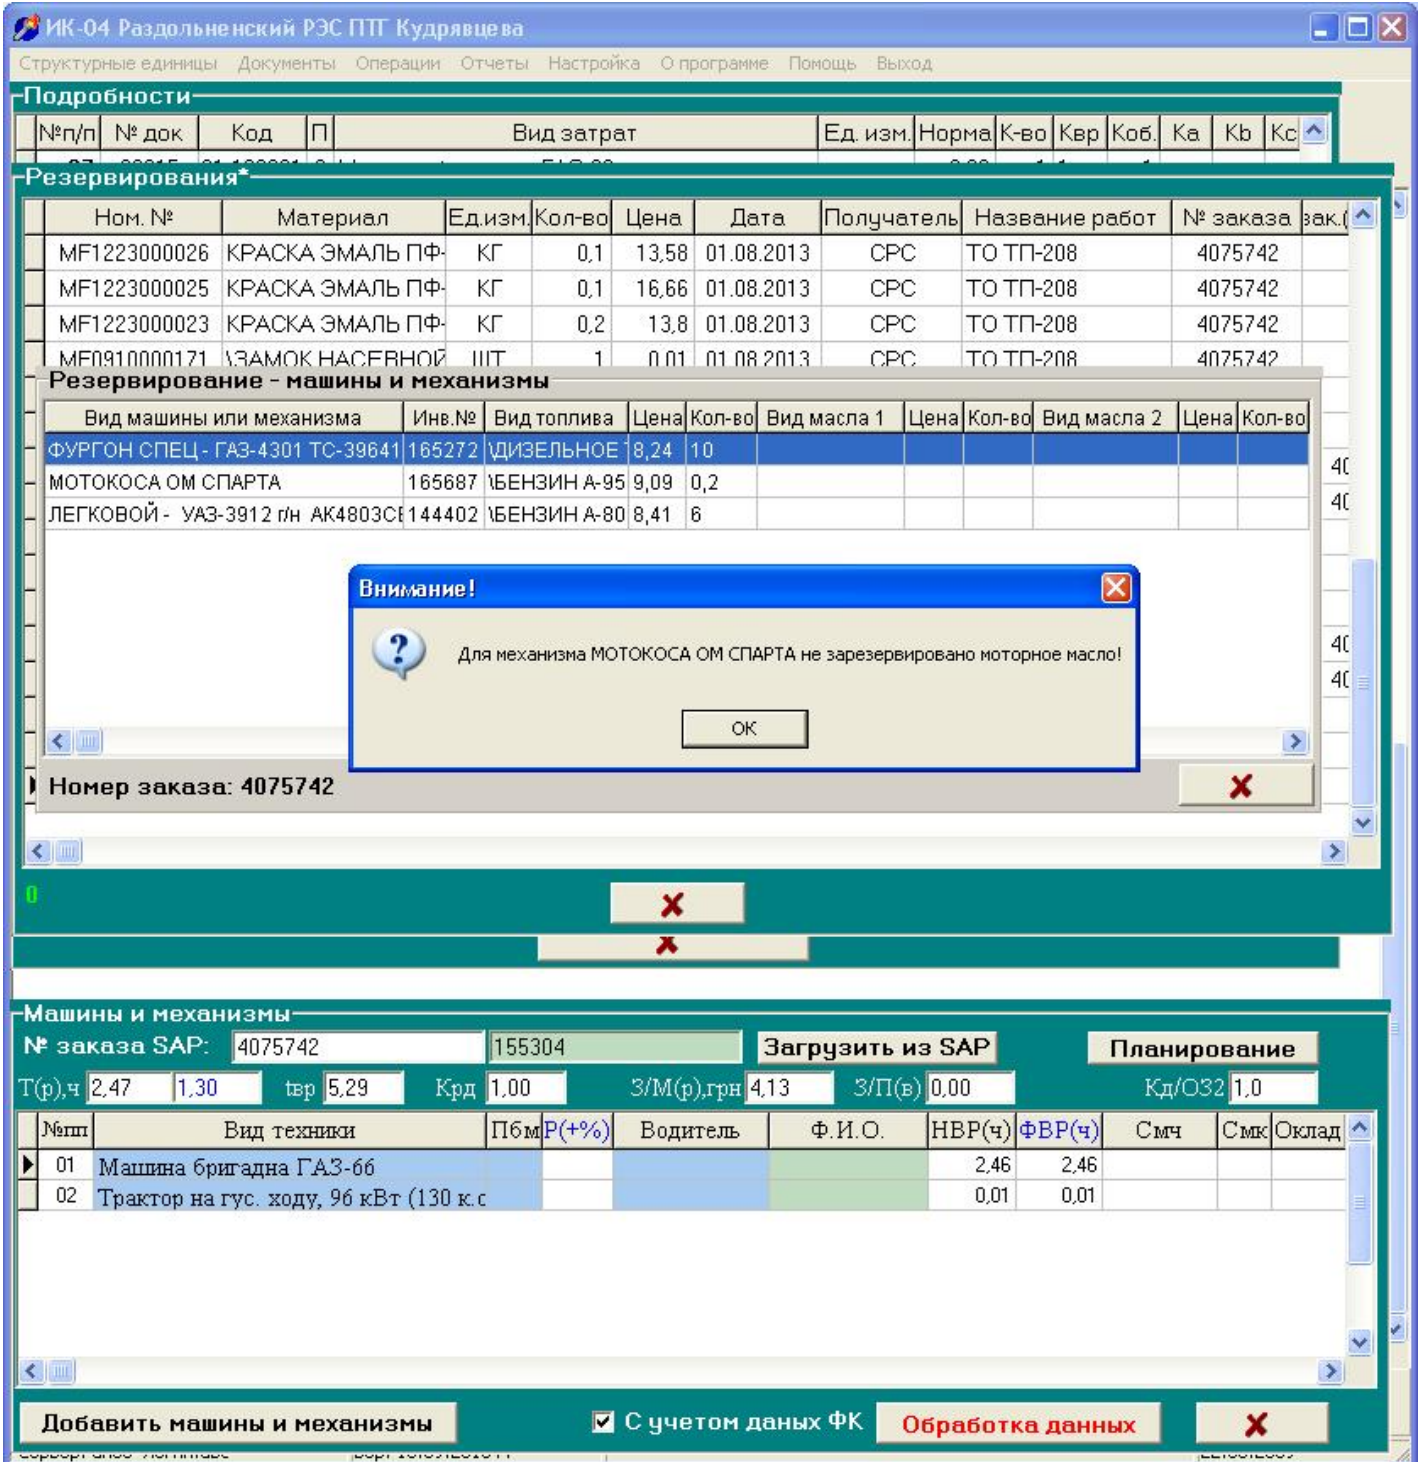

Рис.2.
- выбрать пункт **Сформировать список машин и механизмов по выбранному заказу**. При этом откроется дополнительное окно «Резервирование – машины и механизмы» со списком всех машин и механизмов, зарезервированных для выполнения работ на данном объекте согласно выбранному номеру заказа. При формировании списка автоматически производится предварительный анализ резервирования и возможно появление сообщений о результатах этого анализа (рис.2).